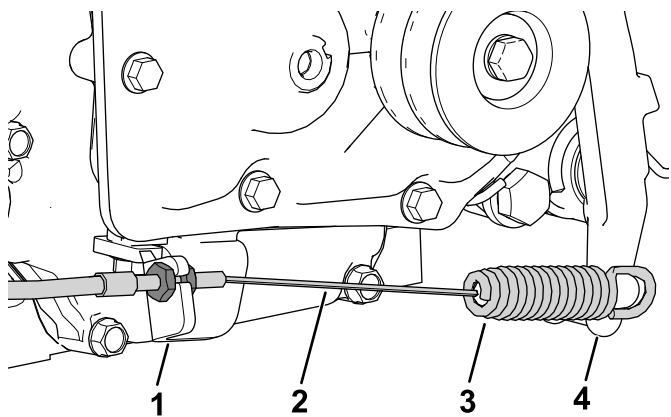

图 6
6. 将离合器拉索安装到离合器板上图 6。
11. 将离合器拉索的弹簧端安装到离合器杆上图 6。